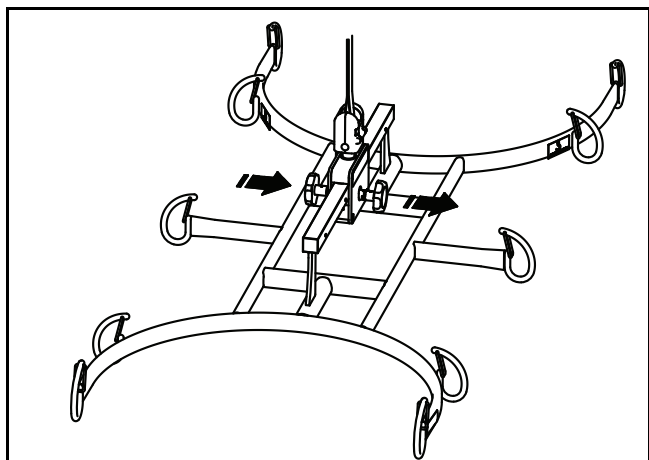
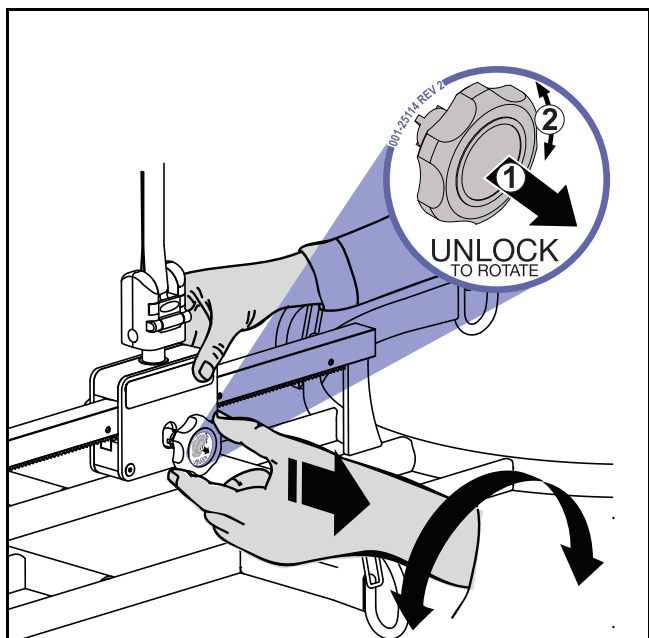

Fig. 8
Fig. 9
- 3) Para regular o suporte de maca, puxe ou prima os botões (dependendo da seleção) contra a pressão da mola para a fixação (consulte a Fig. 8) antes da rotação (consulte a Fig. 9).